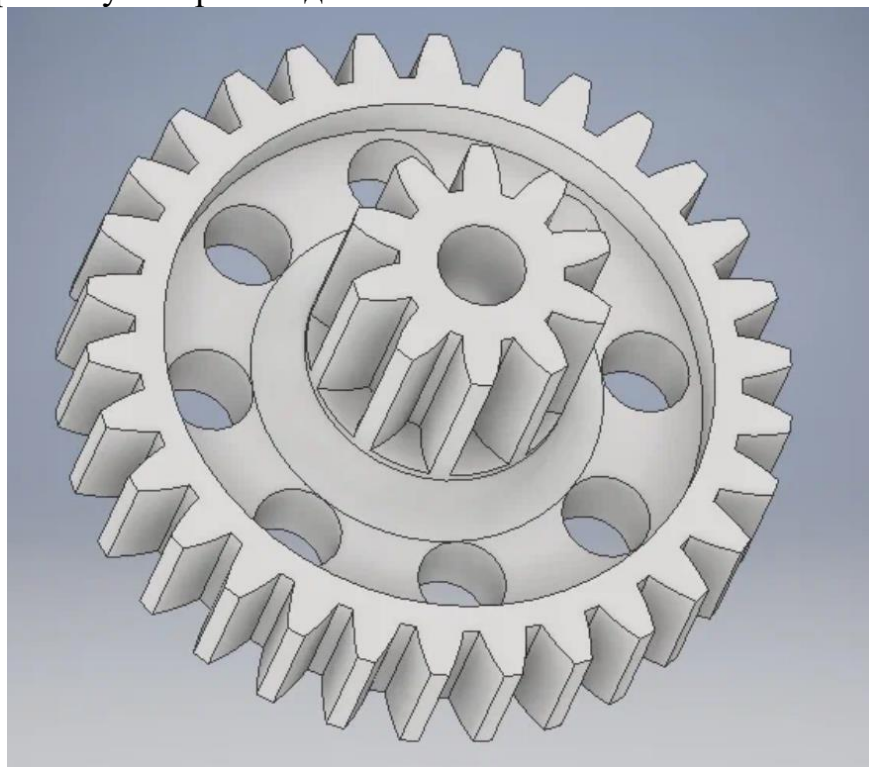

Рис. 1 Пример зубчатого колеса
1. Спроектировать и изготовить зубчатое колесо (Рис. 1).